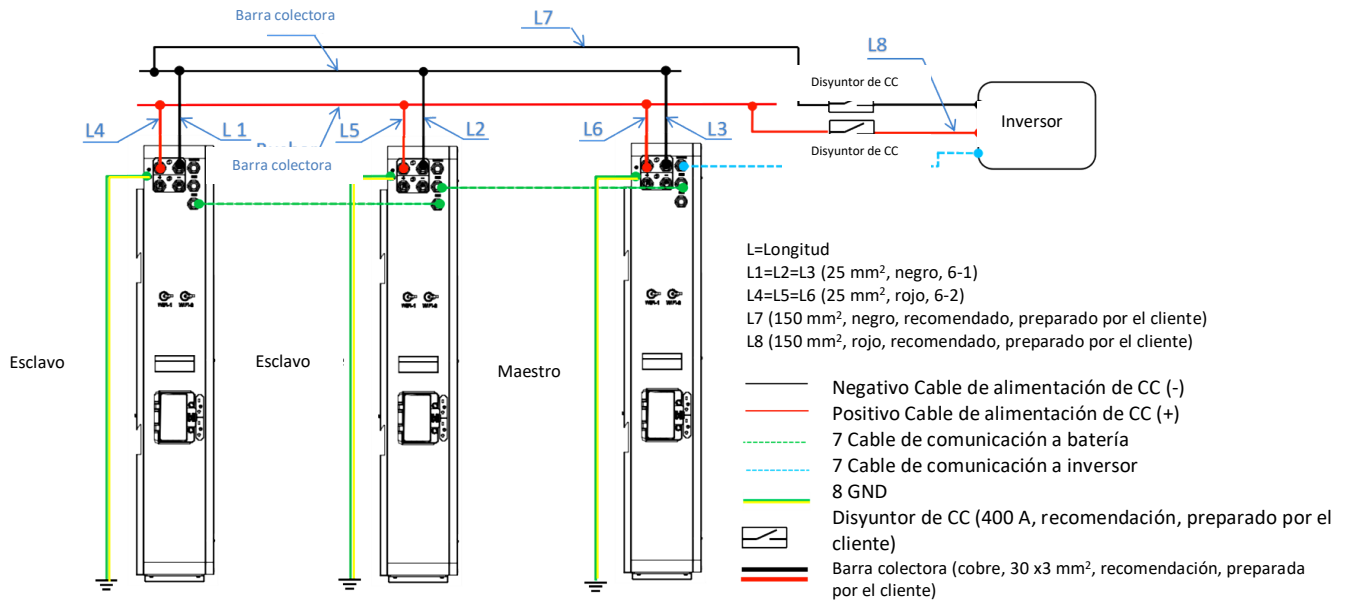

Fig.5.1.2 Conexión de conjuntos múltiples (ejemplo: 3 paralelos, 30 kWh, potencia de salida 15 kW)
2. Si los cables de alimentación se conectan según la fig.5.1.2, los cables de alimentación preinstalados se conectan directamente a la barra colectora.